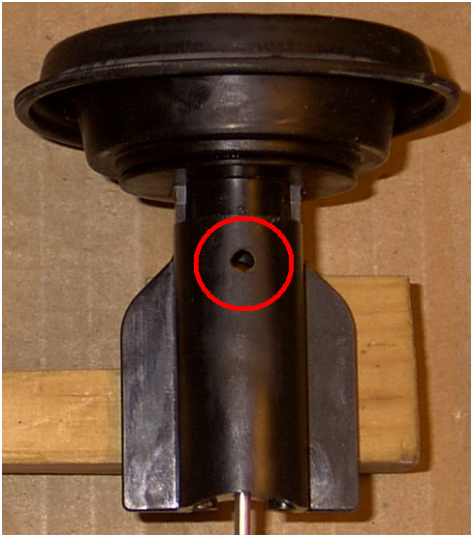

Bild 1
1. In den Gasschiebern müssen die 4mm Borungen geschlossen werden. **(Bild 1)**